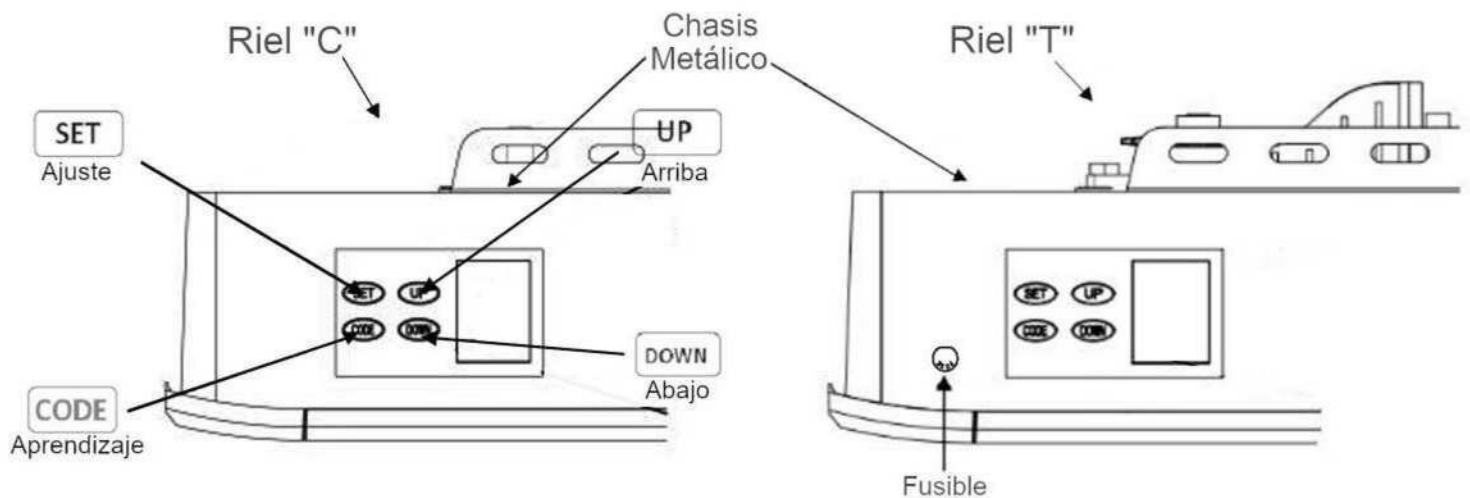

Fig.3
14. Chasis Metálico, Robusto y Seguro para Aplicaciones sobre Riel "C" ó Riel "T". (Fig.3)
15. Botones de Operación Arriba / Abajo (para Configuración), (Fig.3)
16. Fusible Principal Externo. (Fig.3)